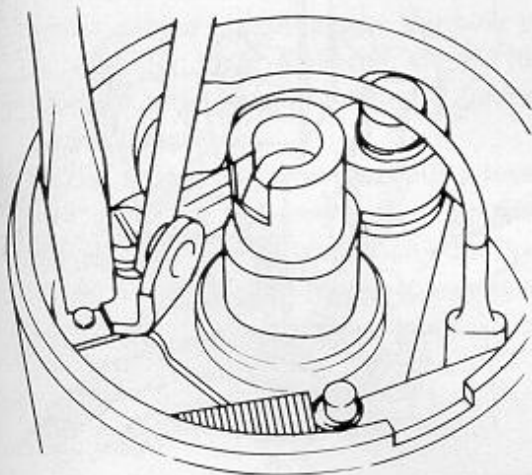

Bild 46a
- Befestigungsschraube des feststehenden Kontaktes lockern und einen Schraubenzieher zwischen die kurzen Zapfen auf der Unterbrecherplatte und in den Schlitz am Unterbrecherkontakt einführen, wie es aus Bild 46a ersichtlich ist. Schraubenzieher in die betreffende Richtung verdrehen, bis ein Abstand von 0,4 mm zwischen den Kontaktflächen erhalten wird. Dieses Maß mit einer Fühlerlehre ausmessen.